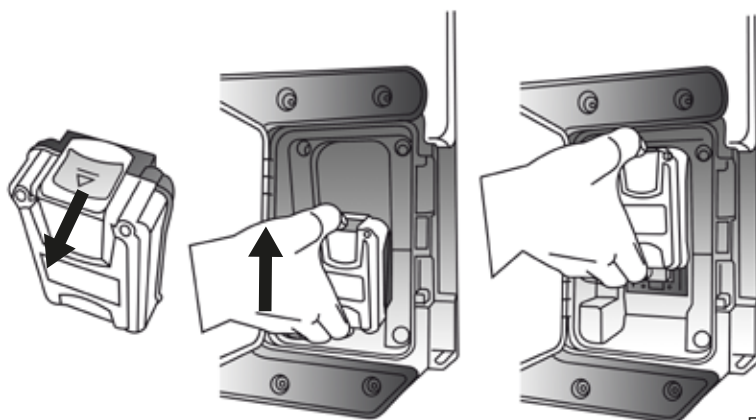

Fig 3
Pour recharger les batteries, sortez la batterie de son logement en actionnant la poignée de déblocage et en déplaçant vers le haut la batterie ref 9030 (voir fig. 3), ensuite branchez le chargeur ref. 9031 au réseau pour une connexion de 100/240vAC. Une fois la lumière verte du chargeur s'allumera, vous devrez connecter la cheville 21v. DC à la prise de la batterie ref 9030 située dans le derrière latéral, par la suite il changera de lumière verte à rouge ce qu'il indiquera que le cours de rechargement a commencé. Le temps approximatif pour le rechargement est de 4 à 5 heures (tout dépend du niveau de décharge de la batterie).